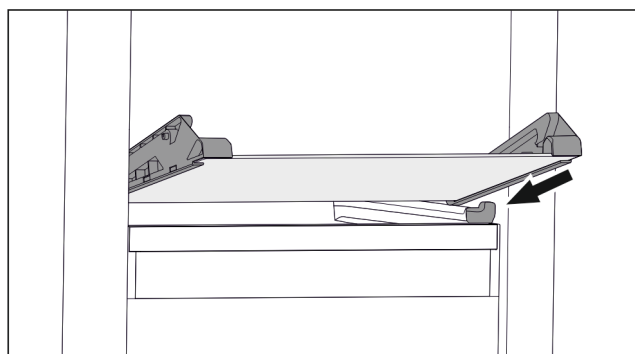

Fig. 132 Płyta szklana szuflady odchylanej
- ▶ Założyć płytę szklaną pod skosem za stoperami. (patrz Fig. 132)